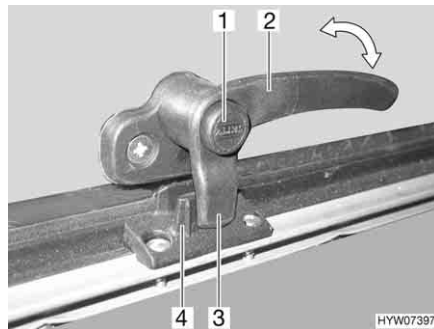
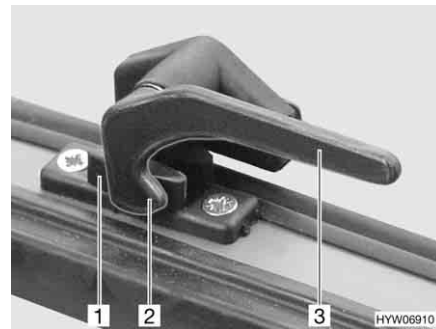

Bild 76 Verriegelungshebel mit Sicherungsknopf in Stellung "geschlossen"
Bild 77 Verriegelungshebel in Stellung "geschlossen"
- Wenn vorhanden, Sicherungsknopf (Bild 76,1) drücken und gedrückt halten.
- Den Verriegelungshebel (Bild 76,2 oder Bild 77,3) eine viertel Umdrehung zur Fenstermitte hin drehen.
- Den Verriegelungshebel (Bild 76,2 oder Bild 77,3) eine viertel Umdrehung zum Fensterrahmen hin drehen. Die Verriegelungsnase (Bild 76,3 oder Bild 77,2) am Verriegelungshebel liegt komplett auf der Innenseite der Fensterverriegelung (Bild 76,4 oder Bild 77,1).
- in Stellung "fest verschlossen" (Bild 76 und Bild 77)